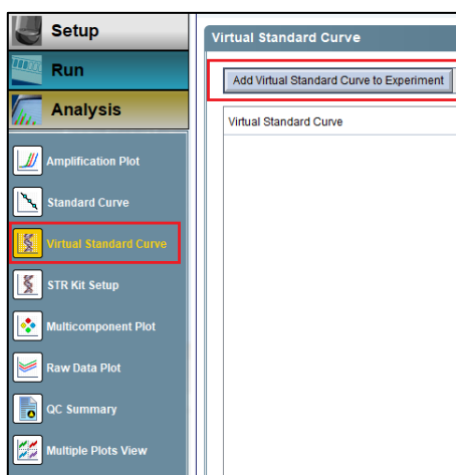

Рисунок 67
3. Перейти в раздел «**Virtual Standard Curve**» и кликнуть по клавише «**AddVirtual Curve to Experiment**» (рисунок 67).